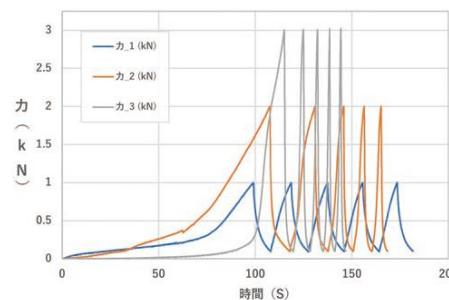

図2_繰り返し圧縮強度試験結果例
- こんにゃく粉と水の最適な配合比を見つけるために、粘度測定や図2に示すような繰り返し圧縮強度試験を実施。